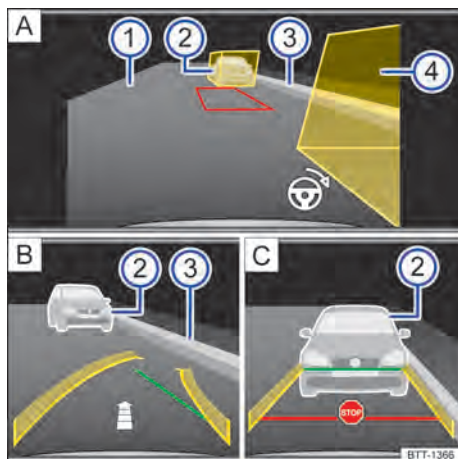

Fig. 184 Exibição do display do sistema Infotainment: câmera de marcha a ré, modo 2.
Legenda para Fig. 184:
6. Posicionar o veículo a uma distância de aproximadamente um metro paralelamente à fileira de estacionamento, de modo que as caixas de auxílio exibidas reconheçam todos os obstáculos → Fig. 184 ② [A]. Não pode ▶
9. Girar o volante até que o trapézio vermelho se movimente entre as caixas de auxílio e até a moldura ficar verde. O posicionamento do trapézio verde pode ser feito por meio da marcação do espaço para estacionamento. Manter o volante nesta posição. O símbolo de volante na margem inferior direita da imagem → Fig. 184 [A] indica ao condutor o movimento do volante necessário durante todo o processo de estacionamento.
10. Conduzir para trás vagarosamente sem girar o volante até que seja exibido o símbolo para parar. **OU:** até que a guia lateral verde curva coincida com o limite lateral da vaga de estacionamento, por exemplo, meio-fio (3). Uma seta → Fig. 184 [B] indica, dependendo da quantidade de segmentos representados, o trecho aproximado para trás que ainda deve ser conduzido.
14. Conduzir mais para trás vagarosamente até que seja exibido o símbolo para parar → Fig. 184 [C]. **OU:** parar o veículo, o mais tardar, ao atingir a guia vermelha de